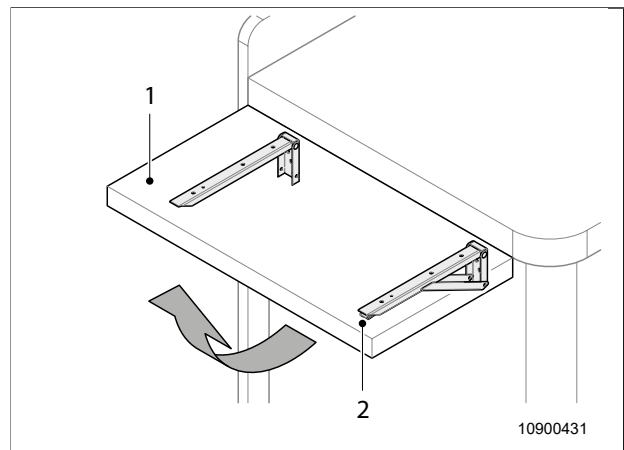

Fig. 27 Prolongación de la encimera
1. Plegar la prolongación (Fig. 27, pos. 1) de la encimera hacia arriba hasta que engatille.
1. Presionar la palanca de bloqueo (Fig. 27, pos. 2) y plegar la prolongación de la encimera (Fig. 27, pos. 1) hacia abajo hasta que engatille.